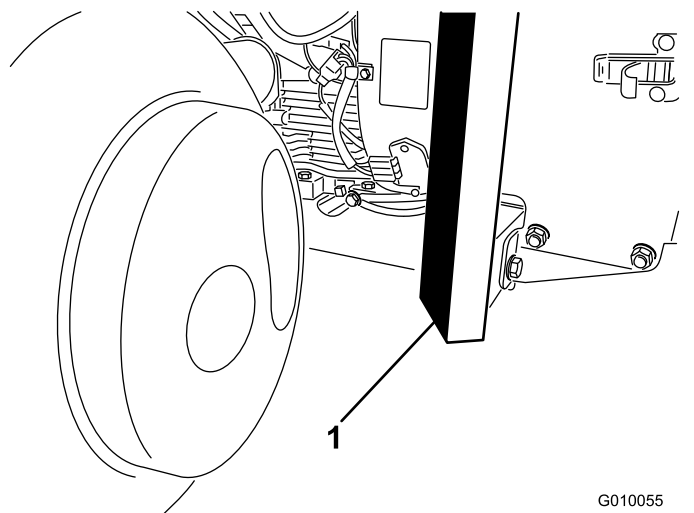

Рисунок 36
3. Надежно разместите домкрат под передней частью рамы (Рисунок 36).